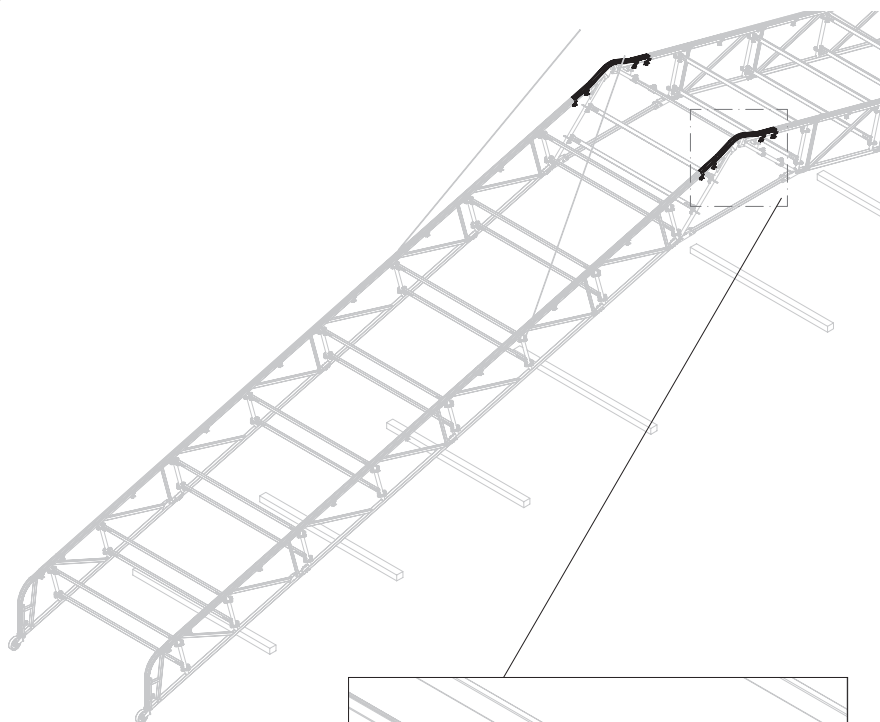

Fig. A4.03
3. Fissare i connettori Keder aggiuntivi. (Fig. A4.03 + A4.03a)